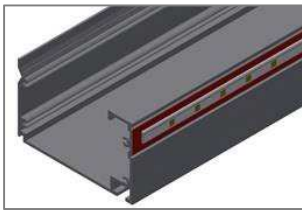

Abbildung 63
- » Kleben sie die mitgelieferten LED-Bänder auf die Vorderseite der Regenrinne zwischen die beiden Nuten (Abbildung 63). **Der Untergrund muss staub- und fettfrei sein**